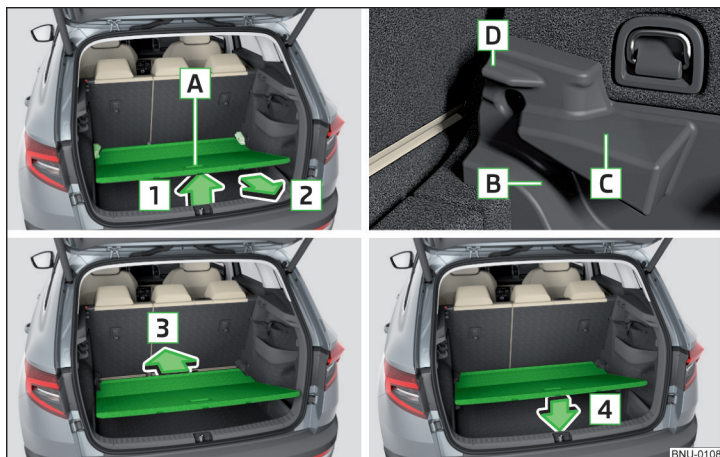

Fig. 155 Reglarea podelei variabile
- Ridicați podeaua variabilă de mânerul **A** în sensul săgeții **1** și împingeți-o parțial în sensul săgeții **2** » fig. 155.